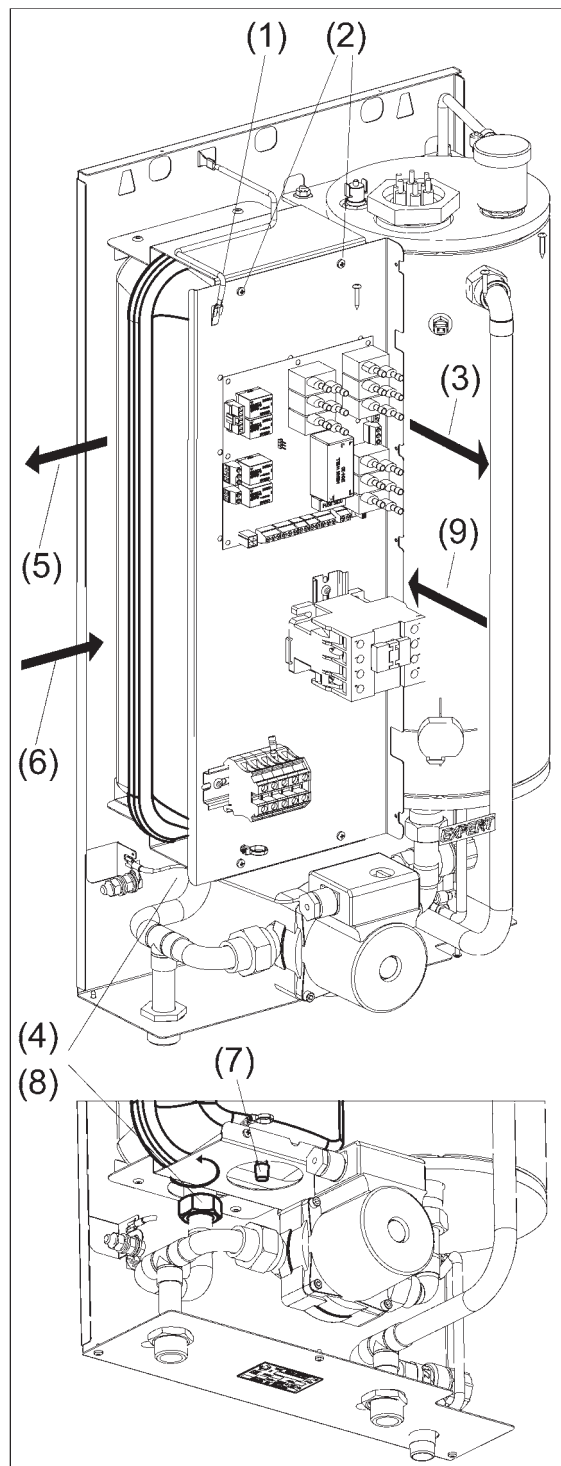

Рисунок 15. Замена расширительного бака
- (1) Отсоедините провод заземления от силовой панели (см. рис. 15).
- (2) Открутите винты фиксирующие панель силовую.
- (3) Аккуратно уберите силовую панель в сторону.
- (4) Открутите гайку, соединяющую бак и трубопровод подачи теплоносителя.
- (5) Извлеките бак из корпуса прибора.
- (6) Установите новый бак взамен прежнего, используйте новую уплотнительную прокладку.
- (7) Проверьте давление воздуха в расширительном баке. Давление воздуха должно быть в диапазоне (1,0÷1,5) bar. При необходимости отрегулируйте давление до нормы.
- (8) Закрутите гайку соединяющую напорный трубопровод подачи и бак. Выполните проверку герметичности соединения.
- (9) Поставьте силовую панель на место и зафиксируйте её винтами.
- (10) Подсоедините и зафиксируйте провод заземления к силовой панели.
- (11) Проверьте целостность электрических соединений, при необходимости затяните винтовые контакты.